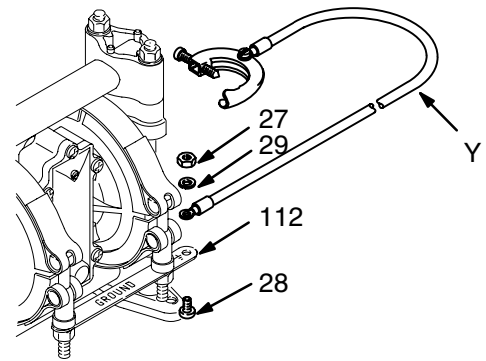

Рис. 1
- **Насос:** Подсоедините провод заземления (Y) к заземляющей полоске (112) с помощью винта (28), шайб (29) и гайки (27), как показано на Рис. 1. Подсоедините зажимной конец провода заземления к надежной линии заземления. Закажите деталь № 819.0157 Провод заземления и зажим.